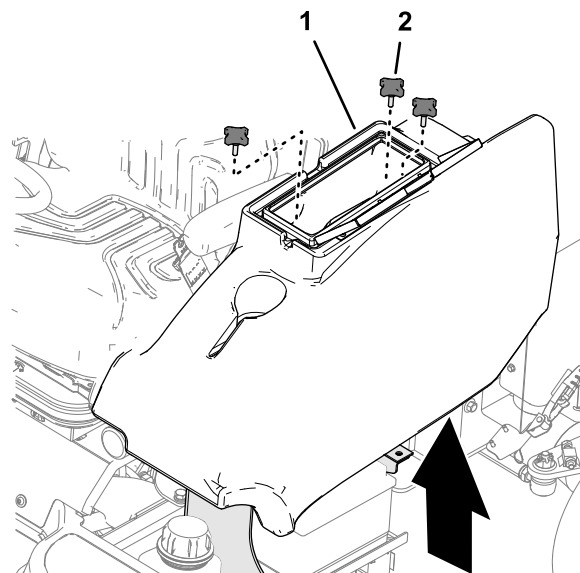

Figura 53
2. Retire los 3 pomos que fijan el compartimento de almacenamiento en la máquina y retire el compartimento (Figura 53).
1. A la izquierda de la plataforma del operador, abra la puerta del compartimento de almacenamiento (Figura 53).